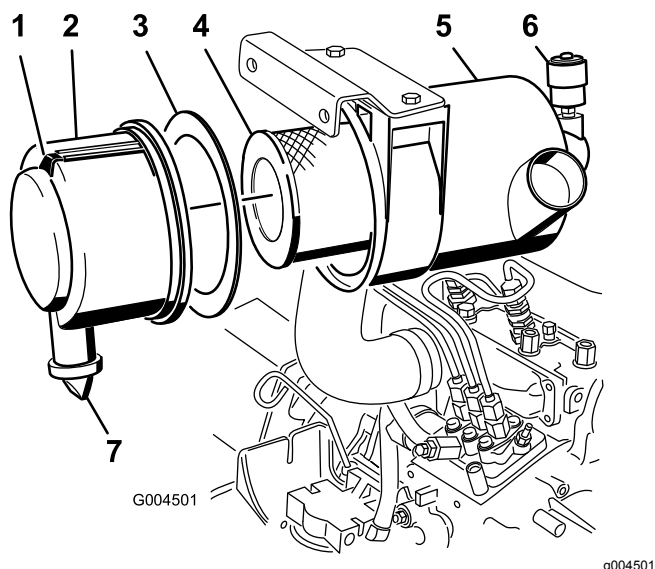

図 64
3. エアクリーナの整備はインジケータ(図 64)が赤色になっていたら、または 400 運転時間ごと非常にホコリのひどい場所で使っている場合にはよりひんぱんに行ってください。
4. 1次フィルタ(図 64)を取り外して交換する。
6. カバーの内側に発泡樹脂製のガスケットが正しく破損せずについていることを確認する(図 64)。
- A. カバーからゴム製の出口バルブを取り外す(図 64)。
10. インジケータ(図 64)が赤になっている場合はリセットする。
1. ラッチを外側に引いて、カバーを左にひねる(図 64)。
2. エアクリーナのボディーからカバーを外す(図 64)。